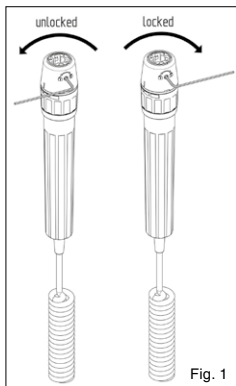

Fig. 1
- Aufgesetzte Instrumente lassen sich gegen unerlaubtes Abnehmen sichern, indem Sie mit dem beiliegenden Sechskantschlüssel nach Abb.1 verfahren.
- Instruments can be locked to prevent unauthorized removal by using the enclosed allen wrench according to fig. 1.
- Les instruments montés peuvent être sécurisés pour éviter tout retrait non autorisé en procédant comme illustré à la fig. 1 à l'aide d'une clé à six pans.